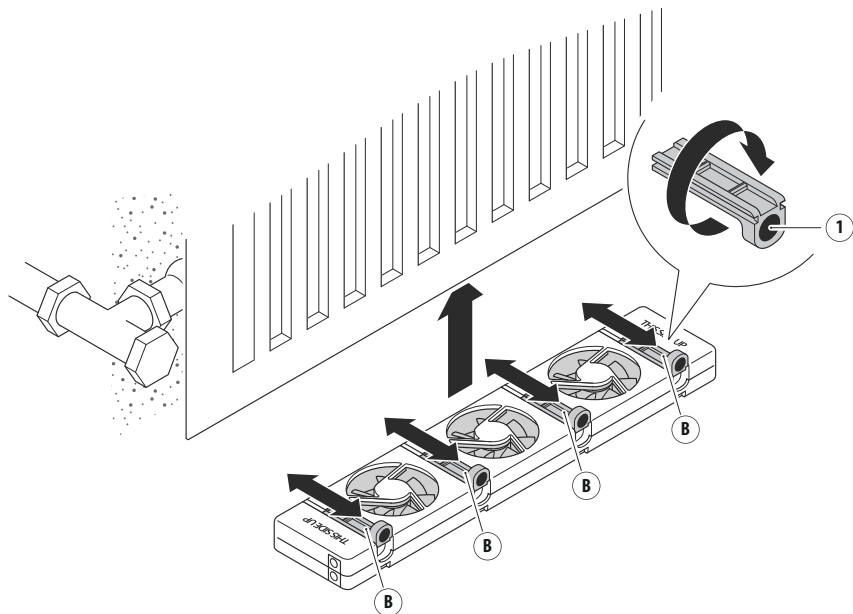

Fig. 7 - Attachez le SpeedComfort (A) à un radiateur à plaque unique.
1. Positionnez les **aimants réglables** (B) de manière à ce que les **aimants** (1) soient du même côté et que les quatre **aimants** (1) soient orientés vers le haut. Retirez le petit bloc situé à l'opposé des aimants réglables dans le boîtier. Veuillez éliminer le petit bloc comme un déchet plastique.
3. Utilisez les **aimants réglables** (B) pour fixer le SpeedComfort (A) sur le radiateur à plaque unique (voir fig. 7).